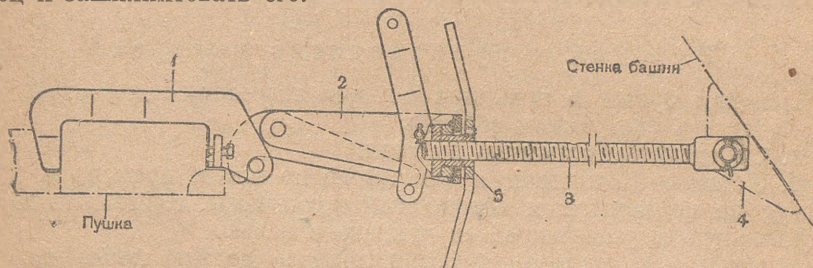

Рис. 5. Установка прибора для искусственного отката пушки:
5. Осмотреть противооткатное устройство и проверить его действие. Искусственный откат пушки производить при помощи прибора для искусственного отката, входящего в комплект инструмента. Производя искусственный откат, проверить работу тормоза отката, накатника и взаимодействие частей полуавтоматики (рис. 5).